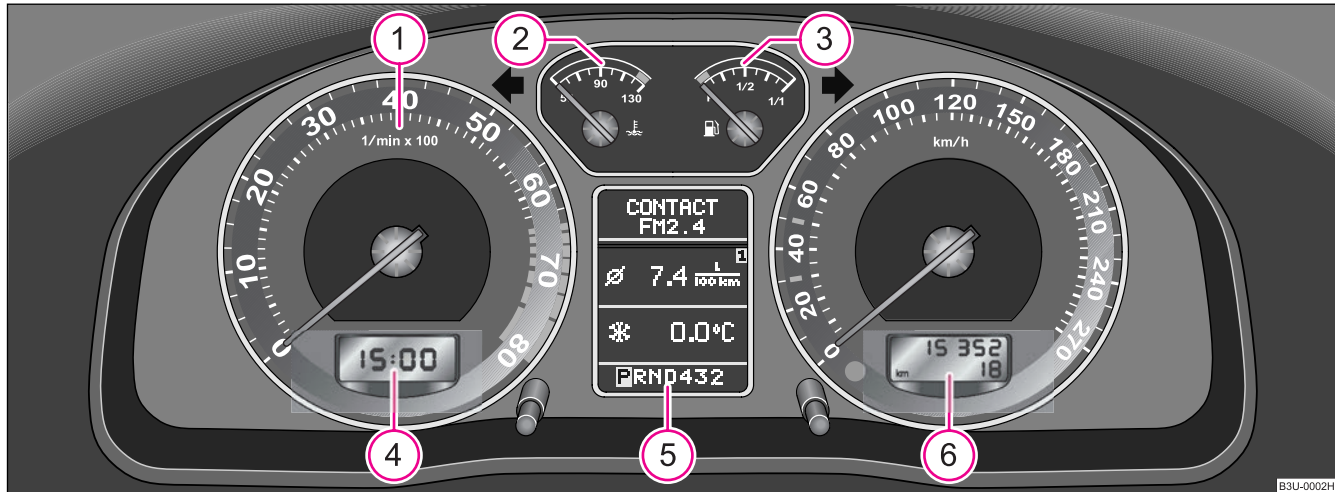

Fig. 2 Tabloul de instrumente
Începutul zonei roșii a turometrului ① ♥ pagina 13, fig. 2 reprezintă pentru toate treptele de viteză turația maximă admisă a motorului în regim normal de funcționare. Înainte de atingerea acestei zone trebuie să selectați treapta de viteză imediat superioară sau poziția **D** a cutiei de viteze automate.
Indicatorul temperaturii lichidului de răcire ② ♥ pagina 13, fig. 2 funcționează numai când contactul motor este pus.
Indicatorul rezervei de carburant  pagina 13, fig. 2 funcționează numai când contactul motor este pus.
Indicatorul multifuncțional este prezentat, în funcție de echiparea autovehiculului, pe display-ul turometrului ♥ pagina 13, fig. 2 sau pe display-ul de informații ♥ fig. 6.